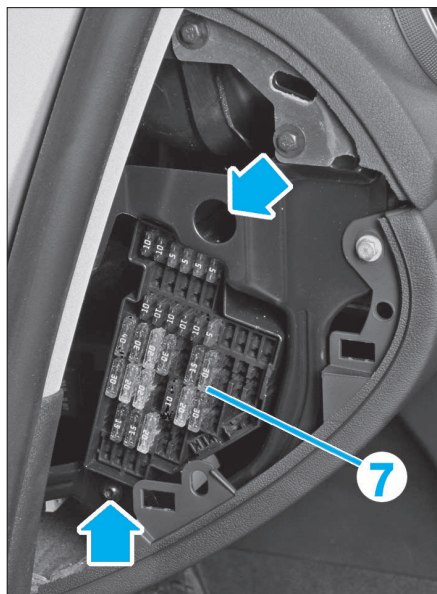

FIG. 40
- Déposer les 2 écrous (3).
- Débrancher le connecteur (4) puis déposer l'appareil de commande de protection antiremorque / protection antivol (5) avec son support.
- Déposer les 2 vis (5) puis l'appareil de commande de réglage du site des phares (6) sans débrancher son connecteur.
- Déposer le porte-fusibles (7) sans débrancher les connecteurs (Fig.40).